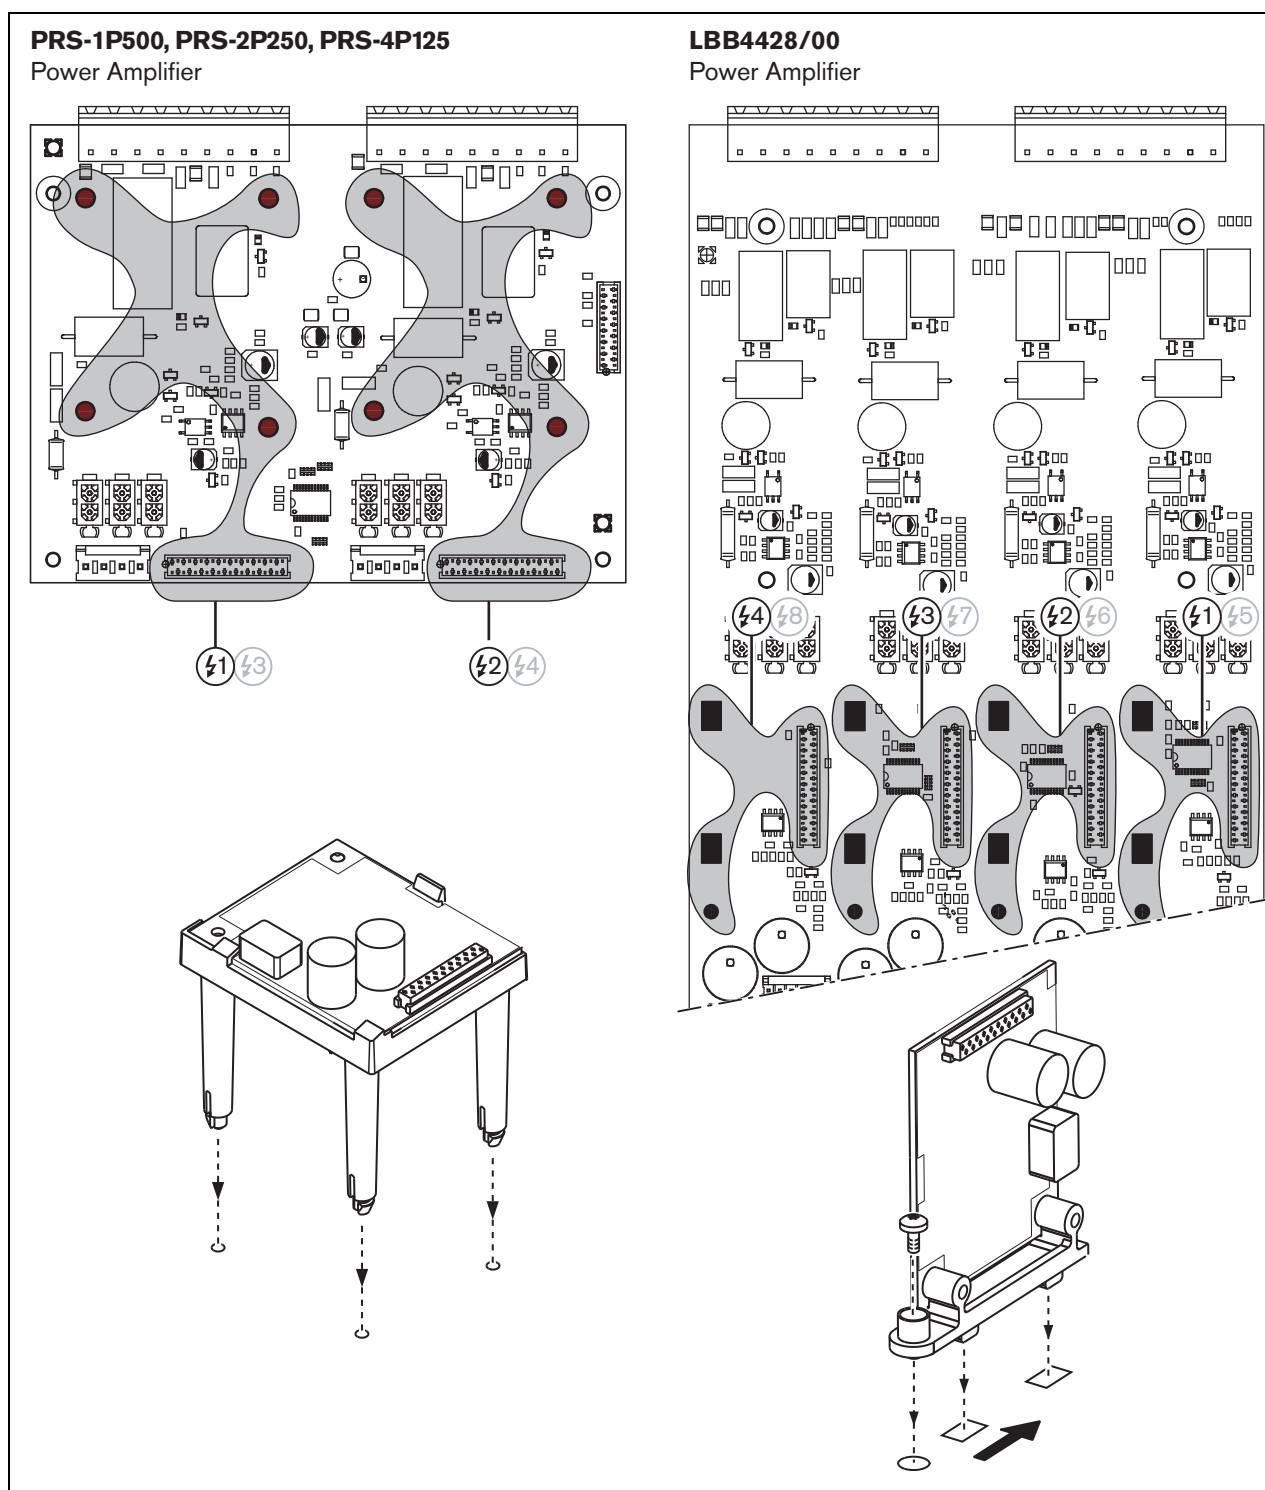

figura 12.4: Instalação da placa de circuito impresso principal de vigilância
- 1 Retire a tampa do amplificador de potência e localize o quadro de saída (consulte a figura 12.4).